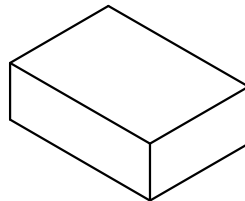

图3 内塑胶盒装
- 2: 如图3, 每塑胶盒装5小袋, 装盒后贴上物料标签, 数量为8X1000pcs。